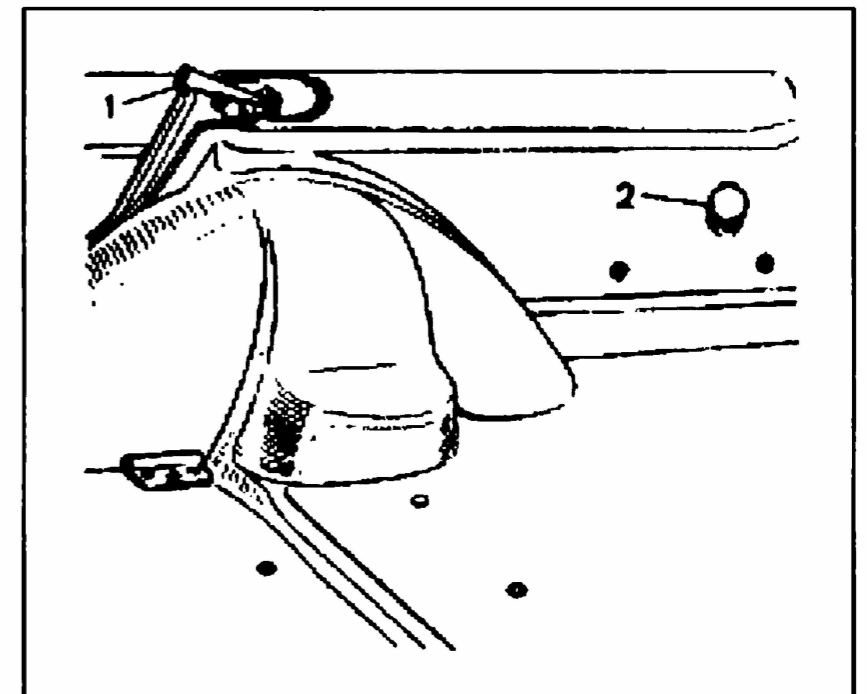

Рис.13.Заднее сиденье в грузовом варианте
- освободите спинку сиденья, отжав пружинные фиксаторы 1 (рис.13);
деления. Горловина бачка закрыта крышкой 2 (рис. 13).